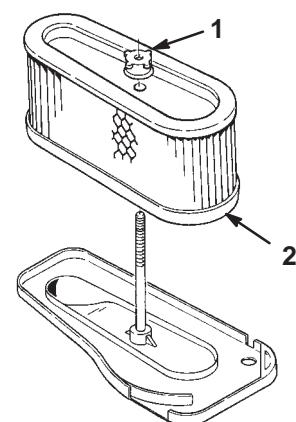

Bild 22
8. Schrauben Sie die Gummimutter los und entfernen Sie den Papiereinsatz (Bild 22).
2. Drehen Sie die Gummimutter mit der Hand gegen den Luftfilter (Bild 22).